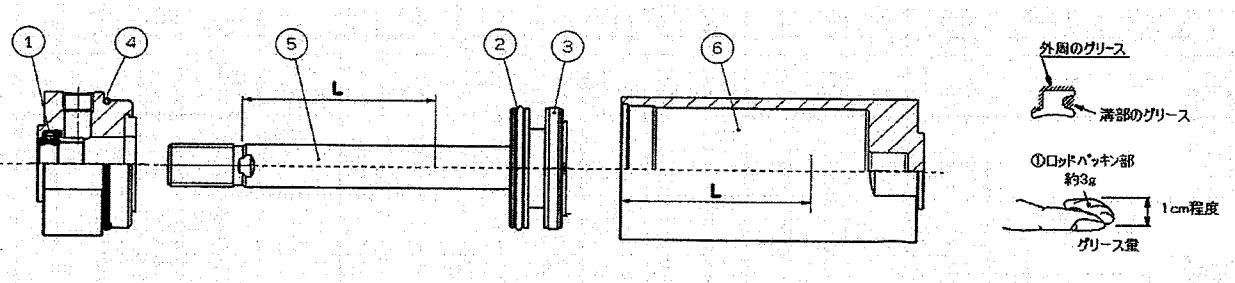

図5. グリース塗布位置
シリンダの各部品には図5の各部分にグリースを塗布しますが、100ストロークのシリンダ1本に付表1の量が必要です。目安としては人差指でくった程度が約3(g)です。
1) ロッドパッキン(図 5, ①)
2) ピストンパッキン (図 5, ②)
3) チューブガスケット (図 5, ④)